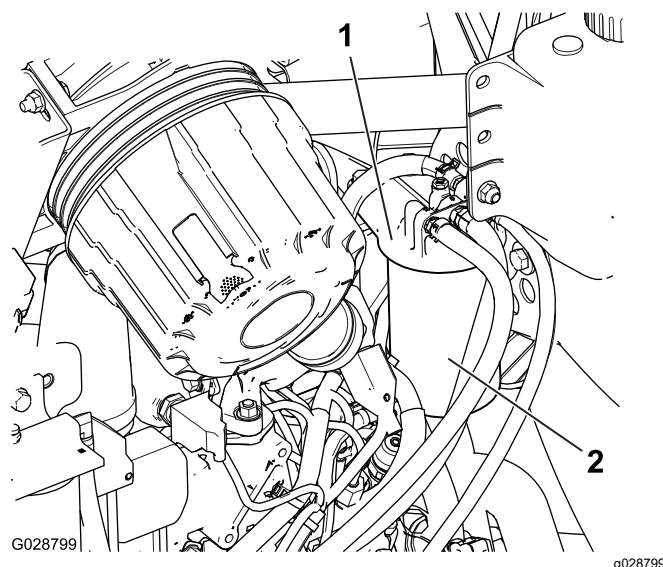

Figura 65
1. Limpie la zona alrededor de la cabeza del filtro de combustible (Figura 65).
2. Retire el filtro y limpie la superficie de montaje de la cabeza del filtro (Figura 65).